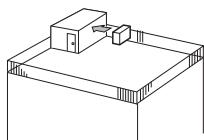

Fig. 2-2
- ① Direccione a saída de ar para a parede mais próxima a uma distância de cerca de 35 cm. (Fig. 2-2)